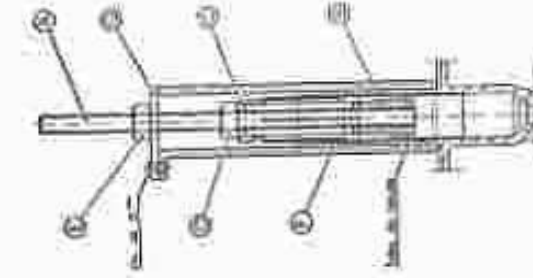

Fig. 12. - Extraction d'un tube de bougie.
- Introduire A l'intérieur du tube de bougie, et au-dessus du niveau de la culasse, la tige filetée (A) équipée du cône (B) de l'extracteur démontable (C) et des écrous (D) et (E) (fig. 12).
- Serrer l'écrou (D), le cône (B) provoque l'extension de l'extracteur (C), qui devient maître du tube de bougie.